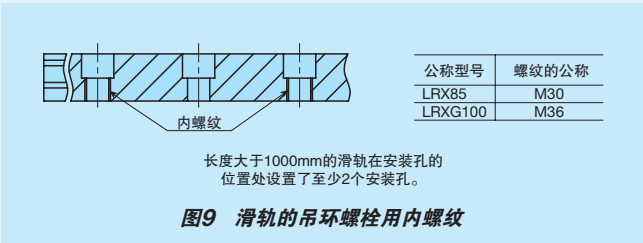
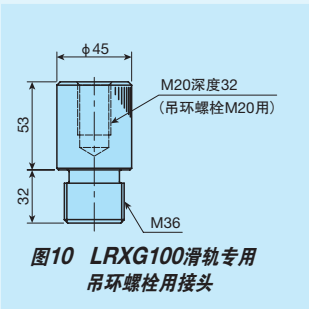

图9 滑轨的吊环螺栓用内螺纹
图10 LRXG100滑轨专用吊环螺栓用接头
⑤备注
- LRX(D)(G、L)85及LRXG100属于重物，在搬移及安装产品时建议使用吊环螺栓。安装吊环螺栓时，请使用滑块安装孔和滑轨的吊环螺栓用内螺纹(图9)。当为LRXG100滑轨时，请使用LRXG100滑轨专用的吊环螺栓用接头(图10)。